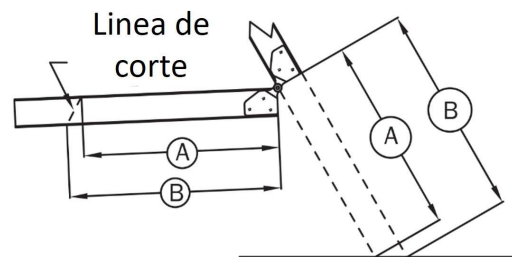

FIGURA 27 CORTE DE LARGUEROS
W. Instalador #1: Mida las distancias desde la sección media hasta el piso, para las longitudes A y B (ver **Figura 27**) y complete la **Tabla 4**. Reste 3/4" de cada medida y registre los resultados en la fila "Longitud de corte de larguero".